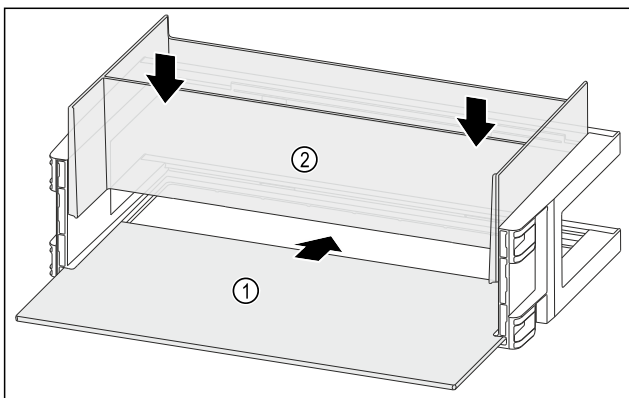

Fig. 123
- ▶ Abstellfläche Fig. 123 (1) in die seitlichen Einsparungen einschieben.
- ▶ Organizer Fig. 123 (2) einsetzen.